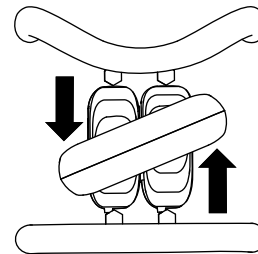

Bild 9
- Drehen Sie den Fahrertriebshebel nach links, um nach links zu fahren (Bild 9).